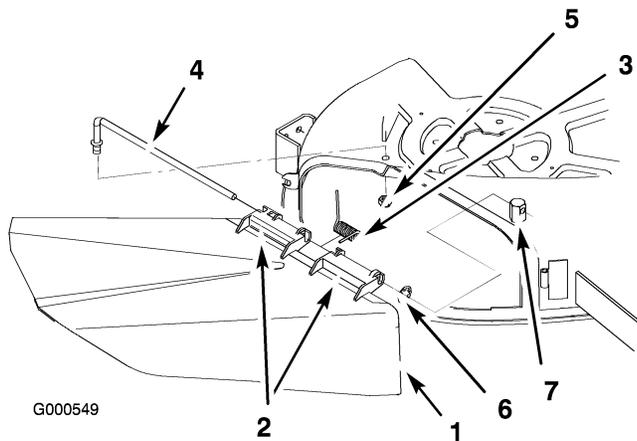

Figure 52
1. Repérez les éléments illustrés dans la Figure 52.
2. Retirez l'écrou (3/8 pouce) de la tige, sous le plateau de coupe (Figure 52).
3. Sortez la tige de la courte cheville de positionnement, de la rondelle-frein intérieure, du ressort et du déflecteur d'herbe (Figure 52). Enlevez le déflecteur s'il est endommagé ou usé.
4. Reposez le déflecteur d'herbe et la rondelle-frein intérieure (Figure 52).
6. Placez le ressort sur la tige, les fils d'extrémité dirigés vers le bas, entre les supports du déflecteur d'herbe. Insérez la tige dans le deuxième support du déflecteur d'herbe et la rondelle-frein intérieure (Figure 52).
7. Insérez la tige à l'avant du déflecteur dans la courte cheville de positionnement sur le plateau. Fixez l'extrémité arrière de la tige dans le plateau de coupe à l'aide d'un écrou (3/8 pouce) (Figure 52).